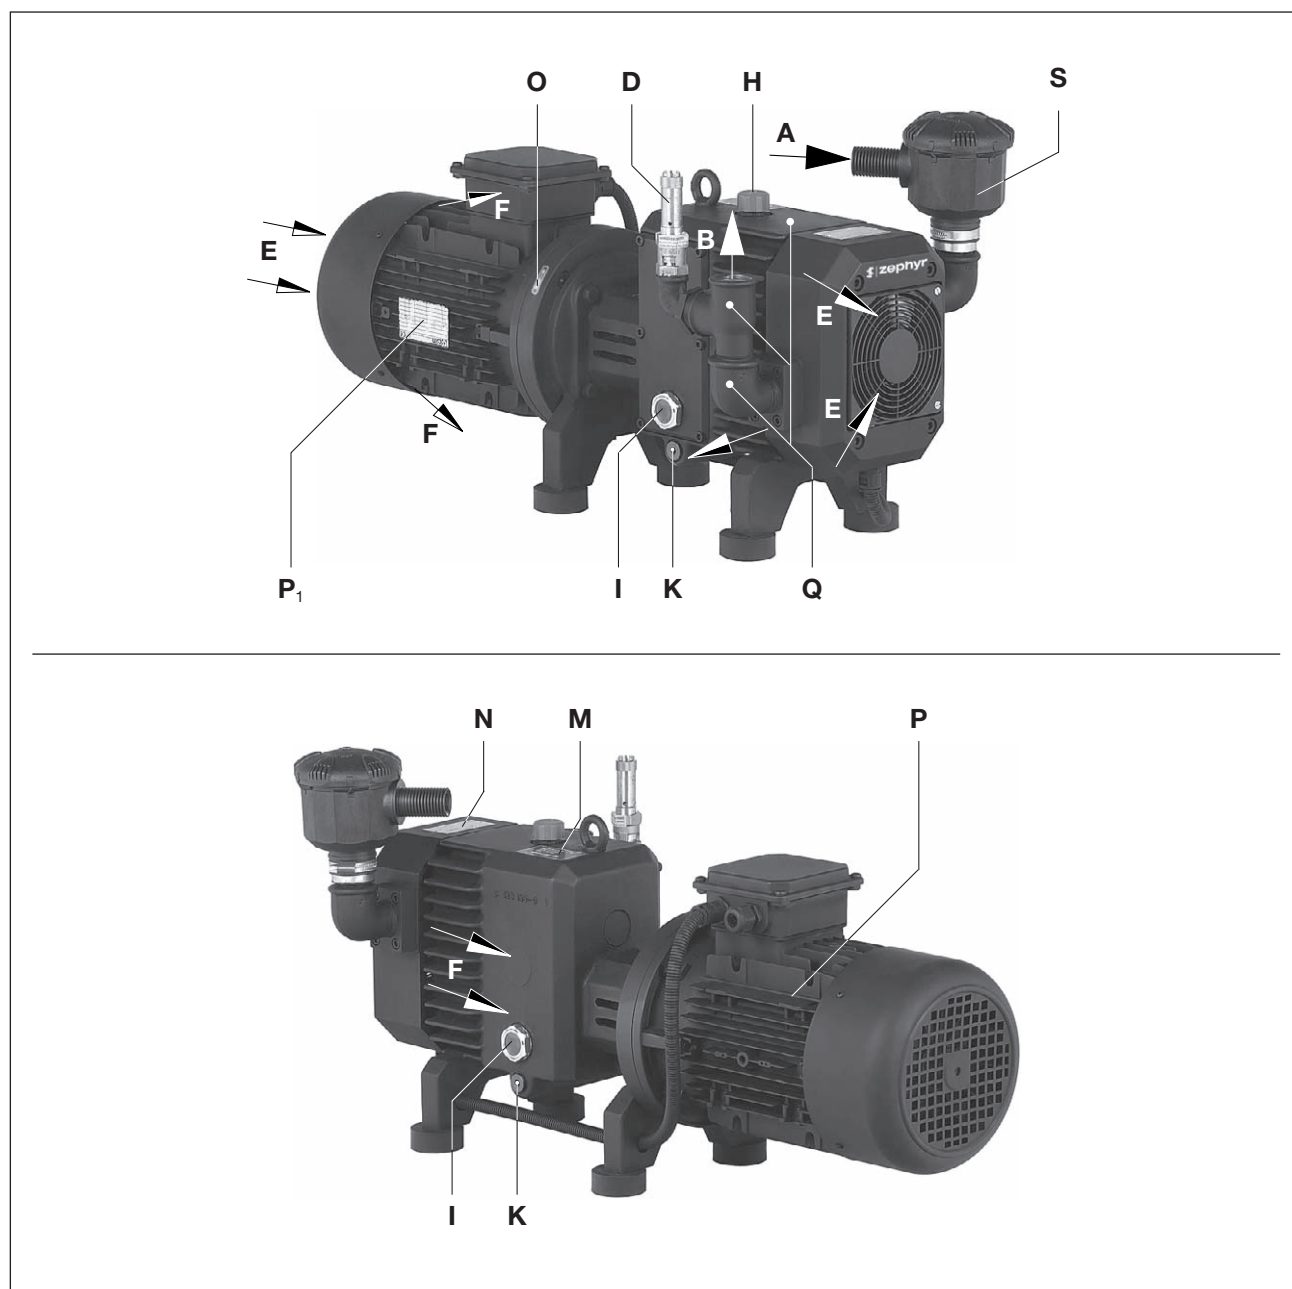
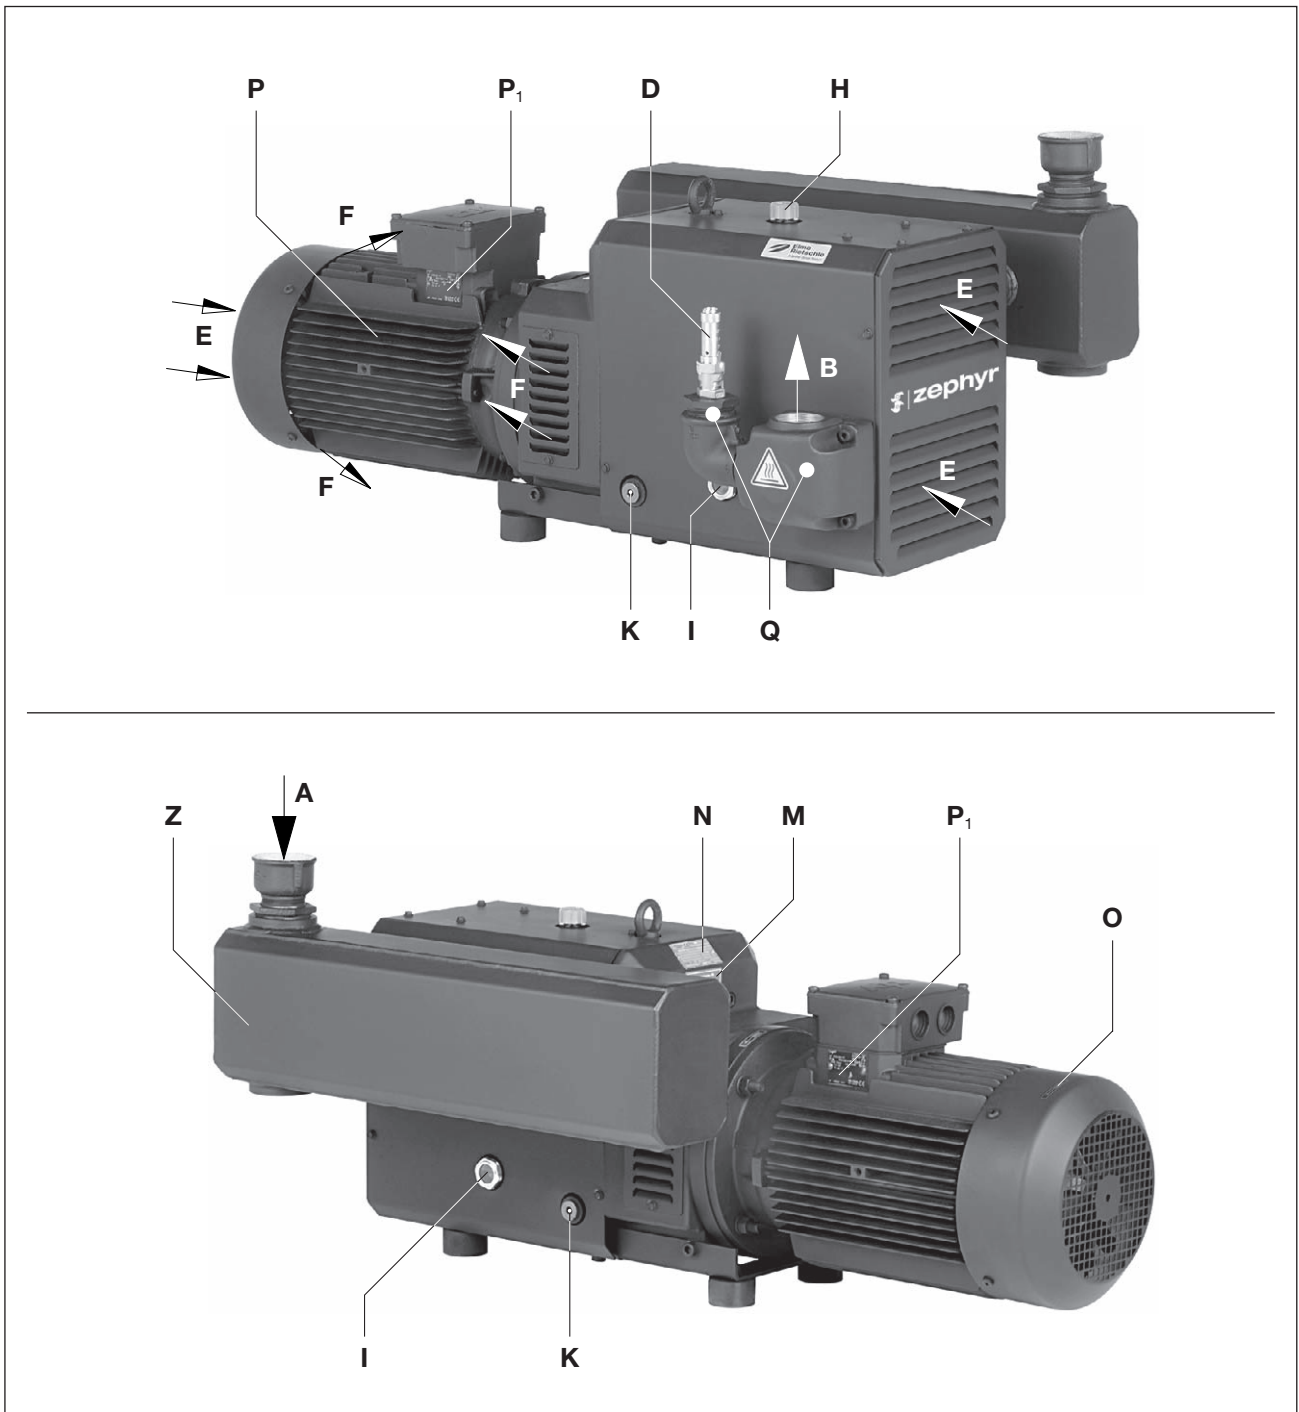

Fig. 2 Compressore C-DLR 60
Fig. 3 Compressore C-DLR 150
Le misure C-DLR 100-500 sono incapsulate da una calotta isolante. Per eliminare il calore della compressione, l'aria di raffreddamento viene aspirata con l'ausilio di un ventilatore che aspira l'aria fresca (Fig. 3/E) e che soffia via l'aria calda dall'uscita dell'aria di raffreddamento (Fig. 3/F), fra il compressore e la calotta. L'azionamento di ZEPHYR DLR avviene attraverso un giunto (con parte elastomerica) attraverso motori trifase a norma flangiati.
Come protezione da sovraccarico è montata di serie una valvola di sicurezza (Fig. 2/D... 4/D).
Questi compressori a camme che funzionano senza contatto sono adatti per la generazione di sovrappressione fra 0 e il limite massimo (bar) indicato sulla targhetta dati (Fig. 2/N). È possibile un funzionamento continuo.
Riempimento olio (Fig. 2/H... 4/H), finestrelle ispezione olio (Fig. 2/I... 4/I) e scarichi olio (Fig. 2/K... 4/K) devono essere facilmente accessibili. Gli ingressi dell'aria di raffreddamento (Fig. 2/E... 4/E) e le uscite dell'aria di raffreddamento (Fig. 2/F... 4/F) devono avere una distanza di almeno 30 cm dai muri circostanti. L'aria di raffreddamento fuoriuscita non deve essere riaspirata. Per i lavori di manutenzione deve essere prevista una distanza di 40 cm prima del filtro di aspirazione (Fig. 2/S) e il silenziatore in aspirazione (Fig. 3/Z, 4/Z).
a) Collegamento delle tubature (Fig. 2/B... 4/B).
- a) Riempire con olio lubrificante (tipi adatti vedi "Manutenzione") per le ruote dentate e i cuscinetti attraverso il riempimento (Fig. 3/H) fino a metà delle finestrelle di ispezione (Fig. 3/I).
- a) I dati elettrici del motore sono indicati sulla targhetta dati (Fig. 3/N) o sulla targhetta dati motore (Fig. 3/P1). I motori sono conformi a DIN EN 60034 e sono eseguiti con classe di protezione IP 55 e classe isolamento F. Lo schema di collegamento è situato nella morsettiera del motore (non si applica nella versione con collegamento a spina). I dati del motore devono essere confrontati con quelli della rete di alimentazione usata (tipo corrente, tensione, frequenza di rete, amperaggio ammesso).